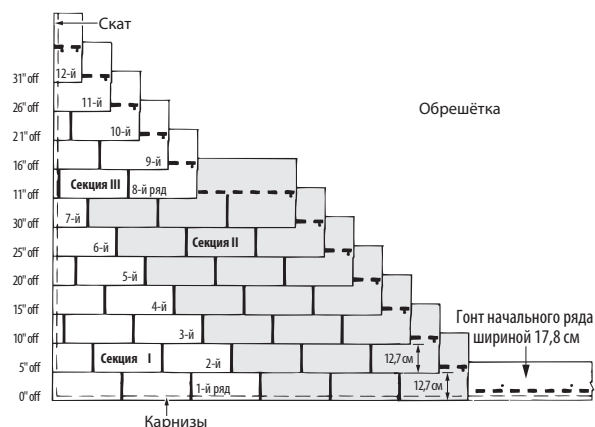

Рис. 10-9. Метод укладки с отрезанием по 12,7 см и монтажом с уступом по диагонали.
1. В начале второго ряда отрежьте 12,7 см от левого края гонта и уложите оставшийся кусок шириной 78,7 см на гонт первого ряда, вровень с левым краем гонта первого ряда, оставив открытым участок гонта первого ряда высотой 12,7 см (Рис. 10-9).
3. Уложите «Секцию II», как показано на Рис. 10-9, монтируя целые гонты напротив семи рядов «Секции I». Это необходимо сделать до начала укладки рядов с 8 по 12 («Секция III»). Эти гонты «Секции II» должны быть установлены встык с гонтами «Секции I», с которых начинаются ряды с первого по седьмой. Закрепите все гонты обычным способом.
1. В начале восьмого ряда отрежьте 28 см от левого края гонта и наложите кусок шириной 63,5 см на гонт седьмого ряда вровень с его левым краем, оставив открытым участок гонта седьмого ряда высотой 12,7 см (Рис. 10-9).